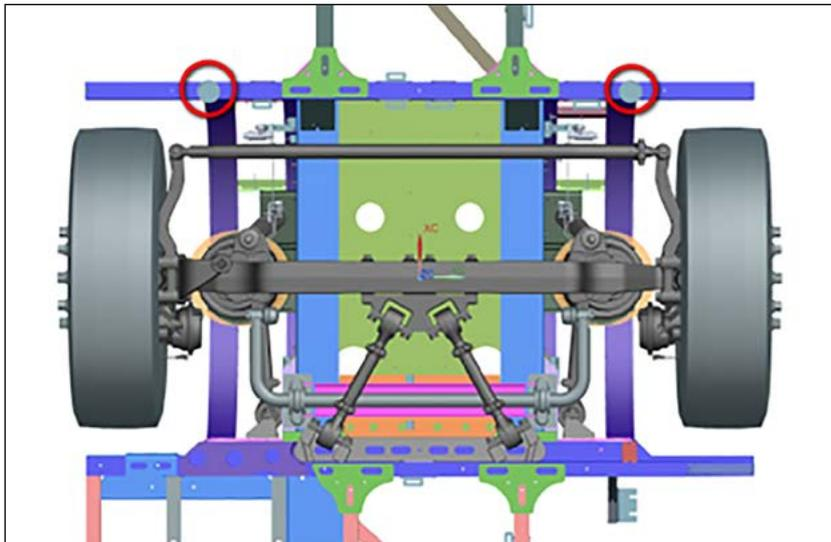

Figura 5-3-1
4. Conforme mostrado na *Figura 5-3-1*, levante o chassi até uma altura apropriada posicionando o macaco nos pontos de apoio da viga do chassi.